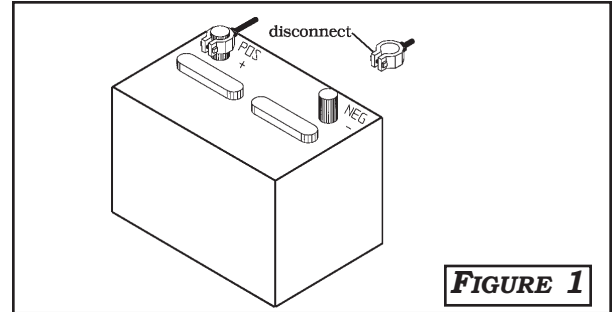

FIGURE 1
1. **DISCONNECT NEGATIVE BATTERY CABLE BEFORE INSTALLATION. FIGURE 1**